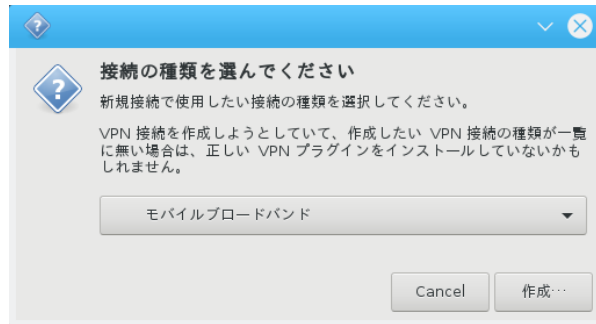

図 4-9-3. ネットワーク種類の選択
- ⑤ 図 4-9-3 のような接続種類を選択するダイアログが表示されます。